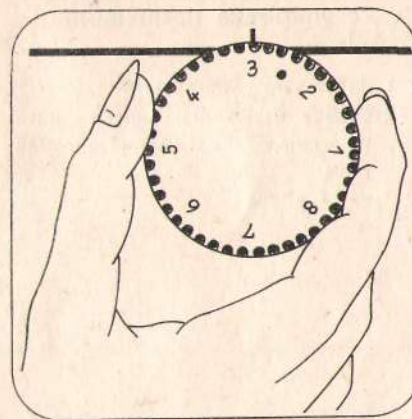

рис. 21
17. Установка швейных программ (рис. 21, 22 и 23)